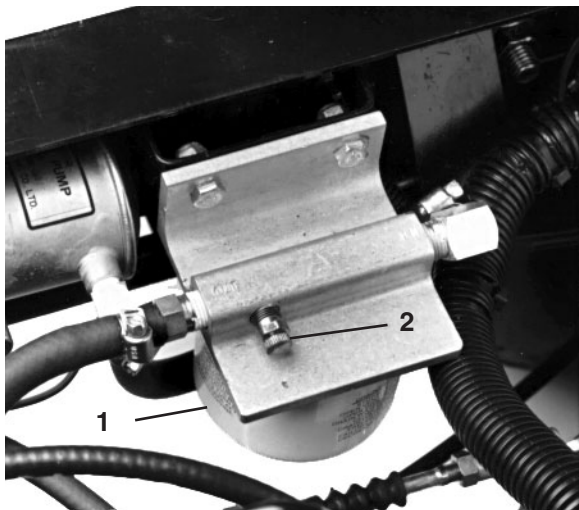

Figure 22
1. Desserrez la vis de purge en haut du filtre à carburant/séparateur d'eau (Fig. 22).